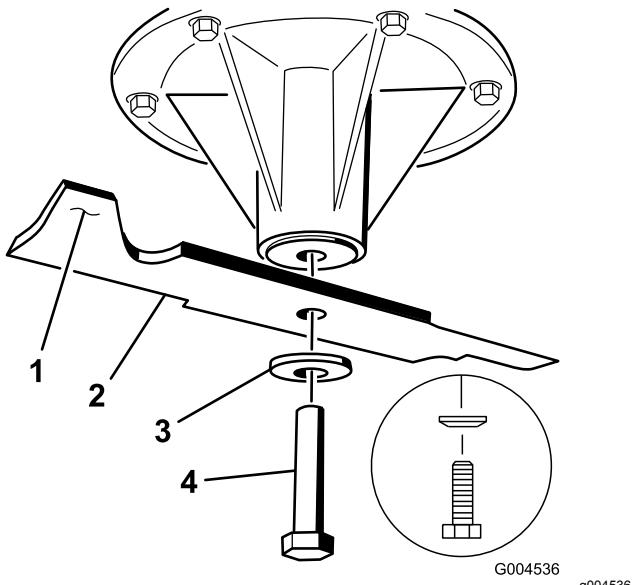

Bild 79
1. Setzen Sie das Messer auf die Spindelwelle (Bild 79).
2. Setzen Sie die Federscheibe und die Messerschraube ein (Bild 79).
Hinweis: Der Konus der Federscheibe muss bei der Installation in Richtung Schraubekopf zeigen (Bild 79).